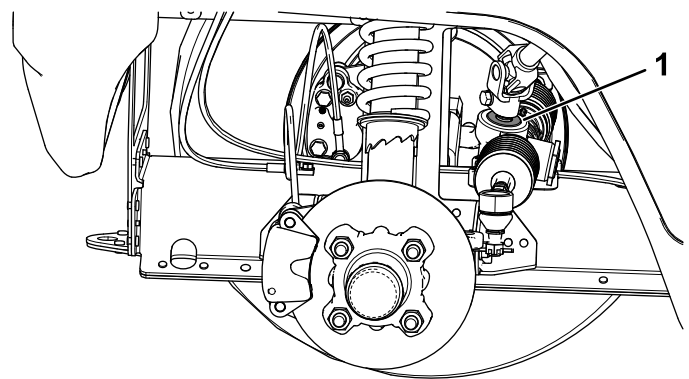

Figura 57
**Importante:** Inspeccione la condición y la integridad del retén del eje del piñón (Figura 57).